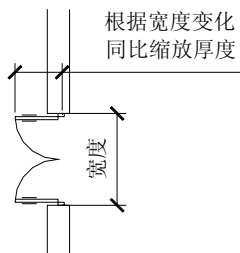

图 9-17 门窗插入
**[洞口尺寸(宽\*高)]:** 列出门窗的宽度值\*高度值供选取,也可以自定义其他尺寸。在平面图中,门窗宽度变化后,厚度根据宽度变化同比例缩放,如图 9-17 所示。高度为立面门窗高,在平面图中设置无效,立面图中设置有效。